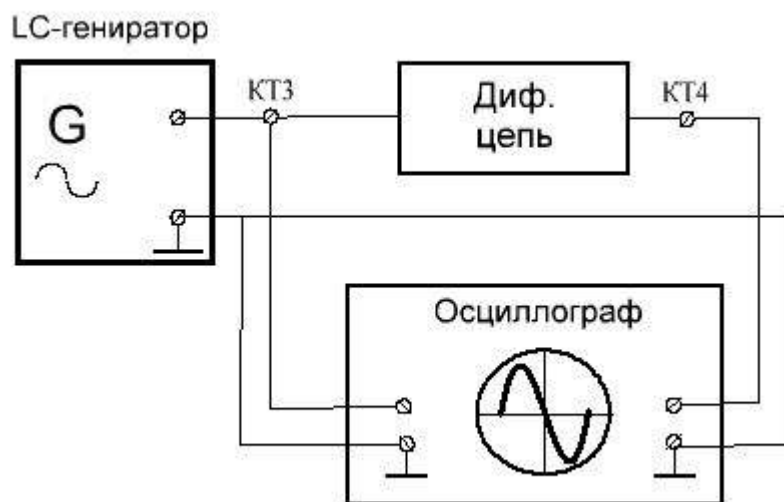

Рисунок 26 – Блок-схема для получения «фазового портрета» выходного напряжения генератора
- Подайте напряжение с выхода генератора КТ3 и с выхода дифференциальной цепи КТ4 на 2 входа осциллографа (рисунок 26).